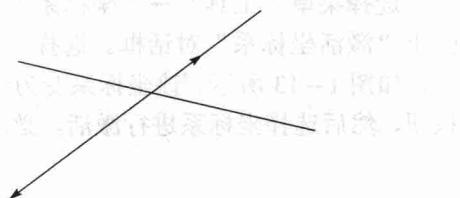

图 1-9 两相交直线方式
① 选择菜单“工具”→“坐标系”→“创建坐标系”命令。在左侧立即菜单中选择“两相交直线”方式，如图 1-9 所示。